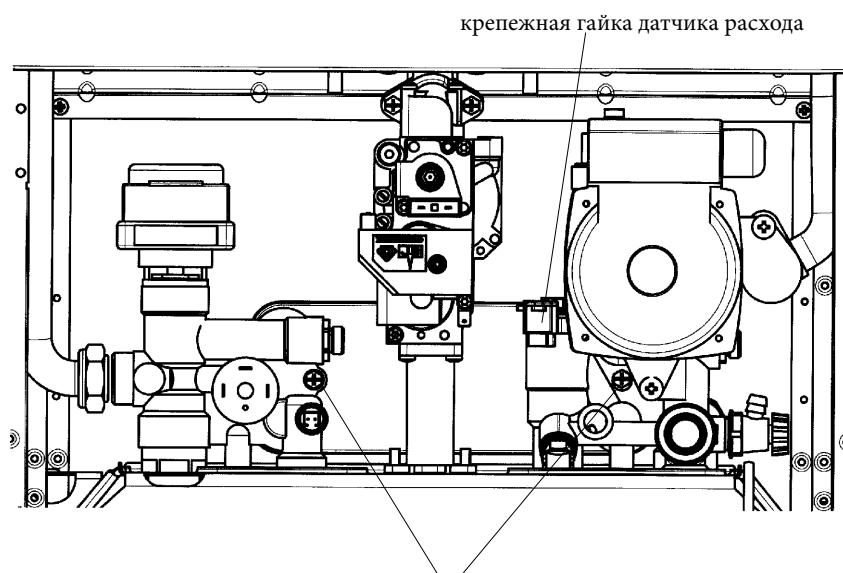

Рисунок 18
- открутите гайку на блоке датчика расхода (рис. 18);